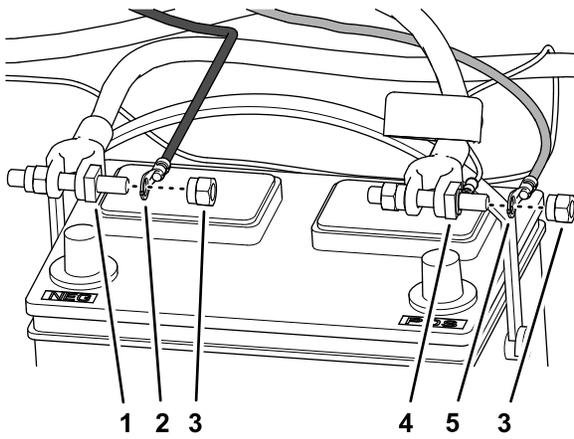

Figura 13
2. Monte el terminal de anillo del arnés de alimentación del cable con la etiqueta BATERÍA (-) en el perno de pinza de la batería para el cable negativo de la batería con una tuerca de pinza de la batería (Figura 13).
3. Monte el terminal de anillo del arnés de alimentación del cable con la etiqueta BATERÍA (+) en el perno de pinza de la batería para el cable positivo de la batería con una tuerca de pinza de la batería (Figura 13).